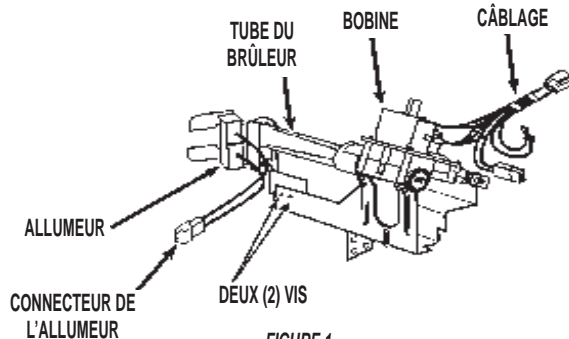

FIGURE 1
5. Débrancher le connecteur de l'allumeur du reste du câblage puis ôter le tube du brûleur (ôter les deux (2) vis de fixation sur la base du brûleur). Voir *Figure 1*.